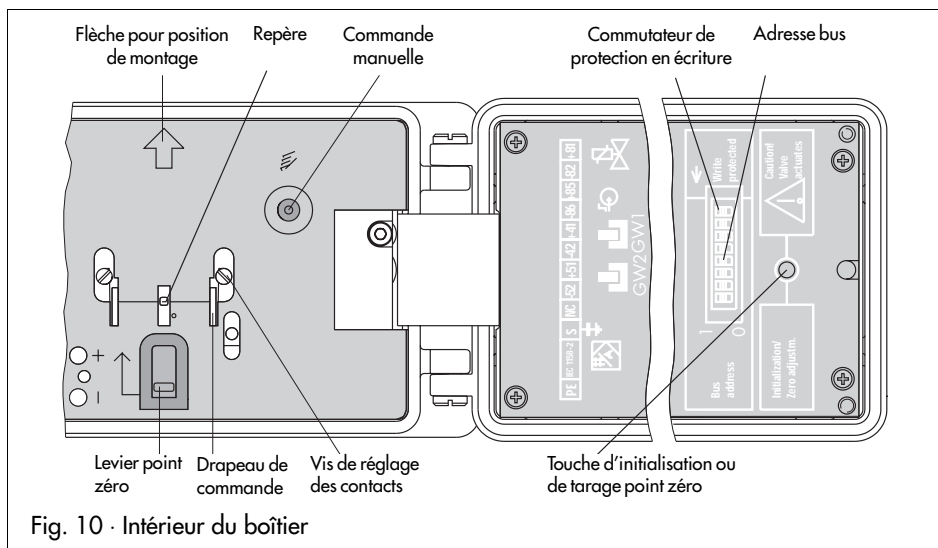

Fig. 10 · Intérieur du boîtier
Avant la mise en service, faire déplacer avec précaution l'organe de réglage en actionnant par petites touches la commande manuelle placée sur la platine intérieure du boîtier (voir fig. 10). Observer le bon déplacement du levier par le repère. Un blocage ou un dépassement de l'angle max. dû à un choix erroné du levier ou à un mauvais montage peut conduire à la détérioration du positionneur.
4.2.1 Calage du point zéro (fig. 10)
Lorsque le point zéro mécanique s'est décalé pendant le fonctionnement de la vanne, un tarage électrique du point zéro peut être effectué. Appuyer sur la touche "Initialisation/tarage du zéro" sur le couvercle intérieur du positionneur (fig. 10).
Les contacts sont repérés sur le couvercle intérieur du boîtier par GW1 et GW2. Les drapeaux jaunes ainsi que les vis de réglage correspondantes (fig. 10) sont accessibles au travers d'ouvertures dans le couvercle.